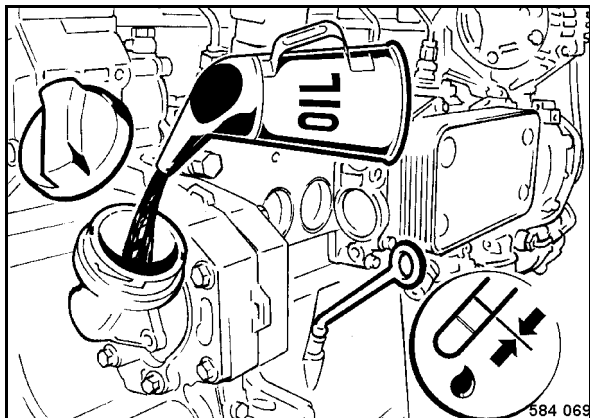

Fig. 124
- Cargar con nuevo aceite de motor (Fig. 124).